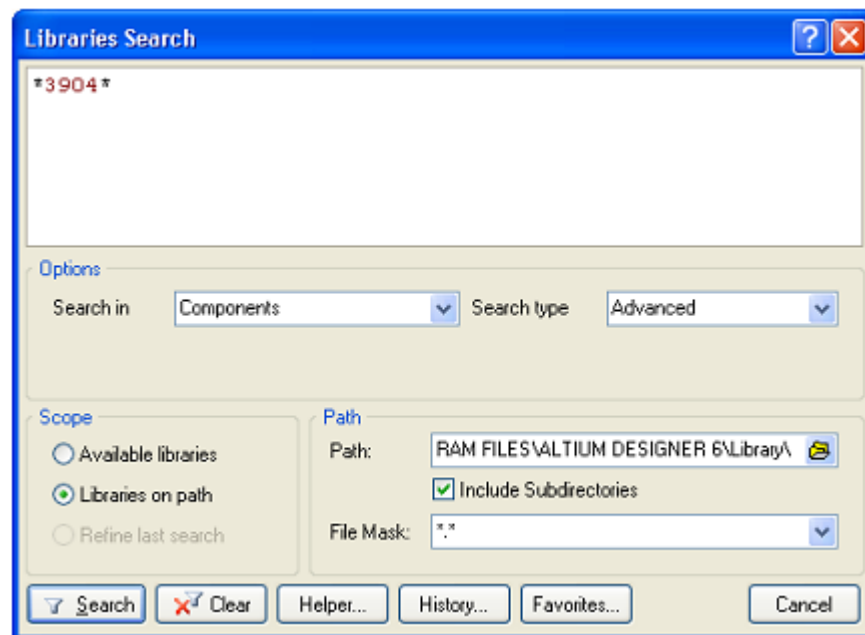

图 6-5 库搜索对话框
2. 在 **Library** 面板中点击 **Search in** 按钮，或者通过选择 **Tools>>Find Component**，来打开 **Libraries Search** 对话框，如图 6-5 所示。